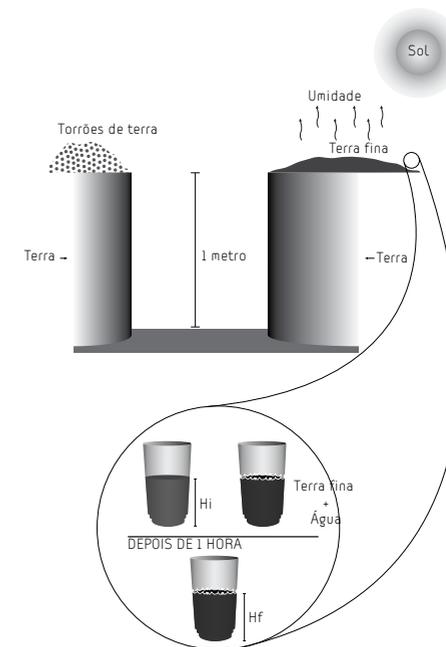

Fig. 2
- Depois que estiver bem seca, pegue uma quantidade suficiente desta terra e coloque-a em um recipiente de vidro cilíndrico (p. ex: um copo) até cerca da metade da altura desse recipiente. Meça a altura que esta terra alcançou (altura inicial=Hi) e anote. Em seguida, adicione água até que a terra existente no copo fique totalmente coberta (vide fig. 2).